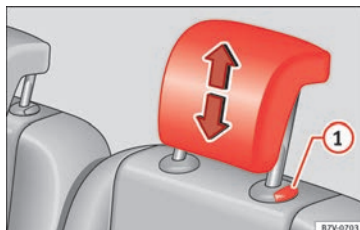

Fig. 153 Montaje del apoyacabezas de la segunda o tercera fila de asientos.
- Extraiga el apoyacabezas » fig. 153  con el botón pulsado.